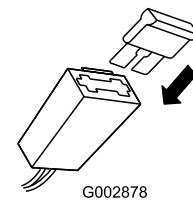

Figure 38
2. Remplacez le fusible dans le porte-fusible (Figure 38).